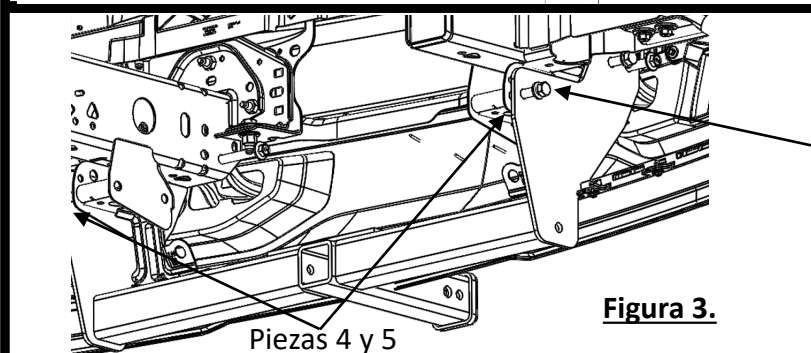
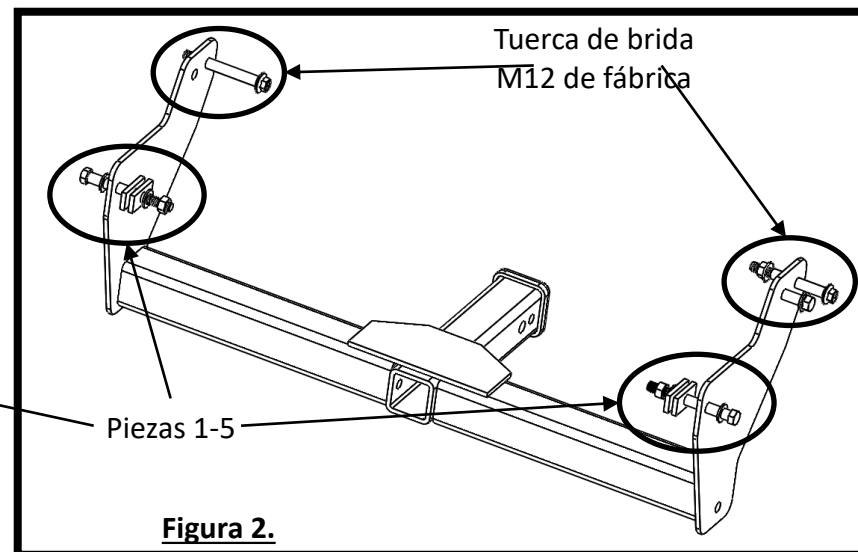

Figura 3.
Figura 2.
- Quitar las tuercas de fábrica y los pernos del lado del pasajero:** Con un cubo de 18 mm y una llave de 18 mm, quitar los (2) pernos de brida M12 de fábrica que sujetan el gancho de remolque del lado del pasajero. Quitar la tuerca de brida del gancho de remolque del lado del conductor y deslizar el perno de manera que quede nivelado con el bastidor. El gancho de remolque del lado del pasajero descansará dentro del bastidor. Tener cuidado de no dejarlo caer hacia adelante. El gancho de remolque del lado del conductor permanecerá atornillado en su lugar con el perno trasero. **Ver la Figura 2.**
- Instalar el enganche sin apretar:** Deslizar el enganche a su posición fuera de los largueros del bastidor. **Ver la Figura 3.** Asegurar temporalmente el enganche utilizando primero los pernos y arandelas M12 suministrados (pieza 1 y pieza 3) y el perno de brida del gancho de remolque del lado delantero del conductor. Las arandelas deben ir entre la cabeza del perno y el larguero del bastidor, y la tuerca y el larguero del bastidor. Apretar a mano las tuercas hexagonales M12 (pieza 2) y la tuerca de brida del gancho de remolque del lado delantero del conductor. Instalar los (2) pernos de brida del gancho de remolque del lado del pasajero y la tuerca de brida. Asegurar que los pernos de brida del lado del pasajero también enganchen el gancho de remolque. **Ver la Figura 2.**
- Instalar los bloques espaciadores:** Con todos los fijadores del gancho de remolque que sostienen el enganche, comenzando por el lado del conductor, quitar los pernos M12 suministrados (piezas 1 y 3) del bastidor. Deslizar los bloques ((1) pieza 4 y (1) pieza 5). Luego, volver a instalar los pernos M12, arandelas y tuercas (piezas 1, 2 y 3). Repetir en el lado del pasajero. **Ver la Figura 3.**
- 2. Quitar los pernos de fábrica M12:** Con un cubo de 18 mm y una llave de boca de 18 mm, quitar los 2 pernos de brida que sujetan el gancho de remolque del lado del pasajero. Quitar la tuerca de brida del gancho de remolque del lado del conductor y deslizar el perno de manera que quede nivelado con el bastidor. **Ver la Figura 2.**
3. **Instalar el enganche sin apretar:** Deslizar el enganche a su posición fuera de los largueros del bastidor. Ver la Figura 3. Asegurar el enganche utilizando primero los pernos y arandelas M12 suministrados (pieza 1 y pieza 3) y el perno de brida del gancho de remolque del lado delantero del conductor. Apretar a mano las tuercas hexagonales M12 (pieza 2) y la tuerca de brida del gancho de remolque del lado delantero del conductor. Instalar los 2 pernos de brida del gancho de remolque del lado del pasajero y la tuerca de brida.